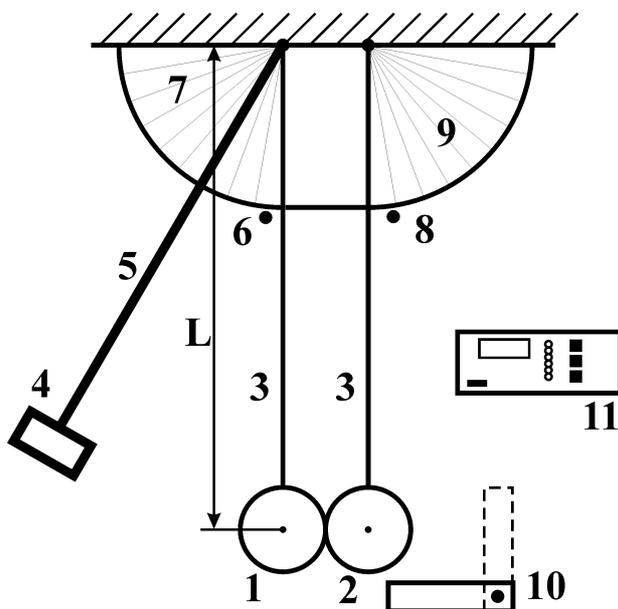

Рис.1
Лабораторная установка для изучения неупругого удара (рис.1) представляет собой два стальных шара 1 и 2 с массами  $m_1$  и  $m_2$ , закрепленных на бифилярных подвесах 3. Расстояние от оси вращения шаров до их центров масс равно  $L$ . Шар  $m_1$  может удерживаться в отклоненном положении электромагнитом 4. Положение электромагнита может изменяться за счет поворота штанги 5. Начальный угол отклонения подвеса шара  $m_1$  от вертикального положения определяется с помощью поворотного индикатора 6 и шкалы 7. Этот же индикатор позволяет определить максимальный угол отклонения шара  $m_1$  после удара. Максимальный угол отклонения шара  $m_2$  измеряется с помощью второго поворотного индикатора 8 со шкалой 9. Устройство 10 позволяет предотвратить отклонение шара  $m_2$  после соударения с шаром  $m_1$ , если это необходимо. Для этого его устанавливают в вертикальное положение. Управление электромагнитом осуществляется с помощью электронного блока 11.
2. Включите электронный блок управления электромагнитом 11 (Рис.1).
3. Подведите к электромагниту шар  $m_1$ . Убедитесь, что он удерживается электромагнитом. Установите поворотом штанги 5 начальный угол  $\alpha_{10}$  отклонения подвеса шара  $m_1$  от вертикали. Пользуясь поворотным индикатором 6 и шкалой 7 (см. рис. 1), измерьте этот угол.
11. Полученные экспериментальные результаты сравните с теоретическими, получив их с помощью формулы (7).